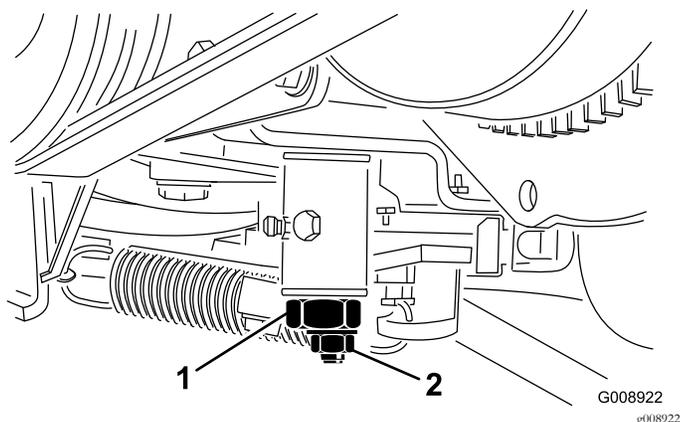

図 68
3. トラクション調整カムのロックナットをゆるめる(図 68)。